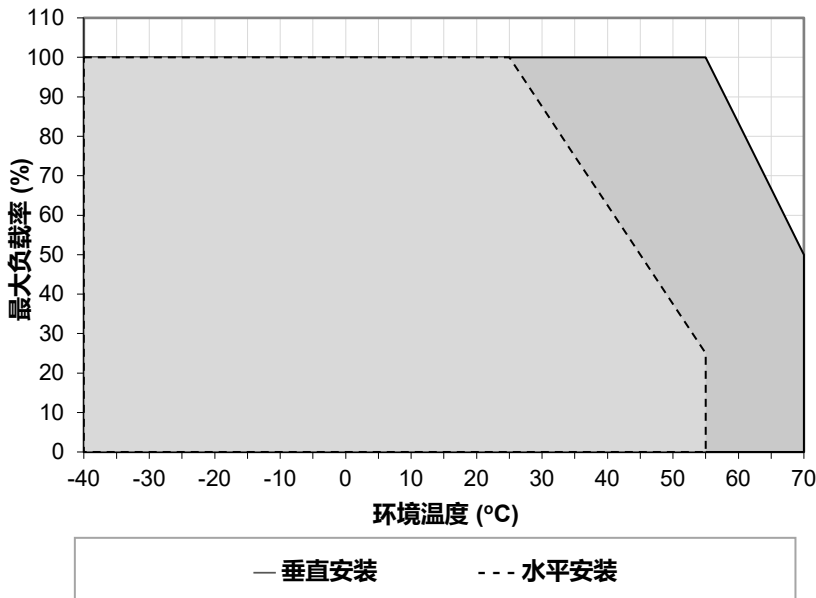

图.1 垂直安装功率降额
1. 电源如持续在降额曲线以外区间使用，可能导致零部件降级或损坏，具体参照图 1 所示图表。